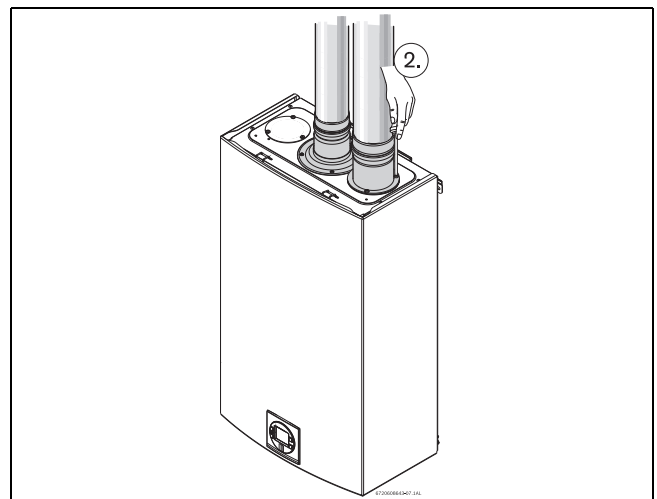

Fig. 21 Conexión de entrada
- Fije el accesorio de entrada de aire de combustión a la parte superior de la unidad fig. 21 (posición 2) usando los 3 tornillos y la junta suministrados, e instale el tubo de entrada de aire de 3" encima del accesorio.